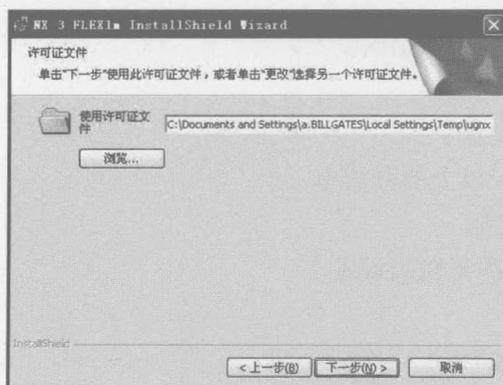

图 1-2 设置“许可证文件”
(2) 单击安装界面中的 **Install UGS License Server** 按钮，按照安装向导以默认设置逐步进行安装，直到进入“许可证文件”界面，如图 1-2 所示。